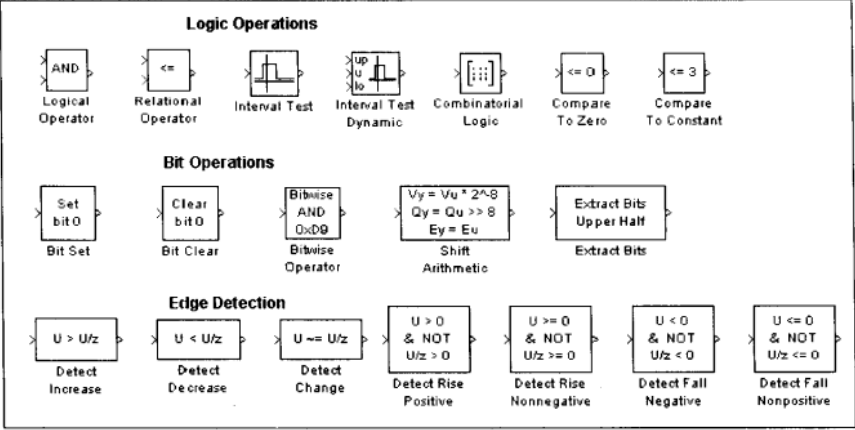

图 4.8 逻辑模块组
逻辑模块组包括常用的离散模块, 如图 4.8 所示。
- 二进制数截取模块(Extract Bits): 通过参数设置, 截取想要的部分, 双击模块, 弹出图 4.8 所示对话框, 共有 5 种运算。运算结果如表 4.5 所示。